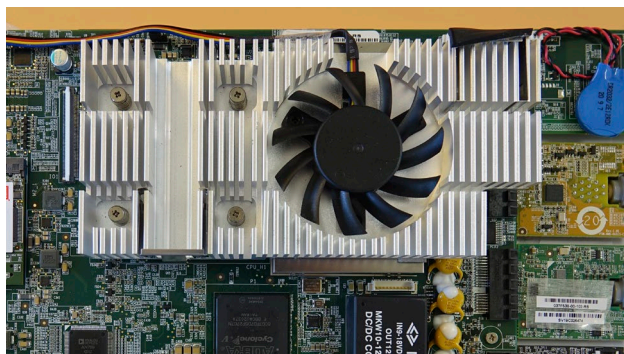

Figura 30: Instalación del ventilador
- e) **Coloque el nuevo ventilador con el cable orientado hacia el borde superior de la unidad de visualización (Figura 30)**